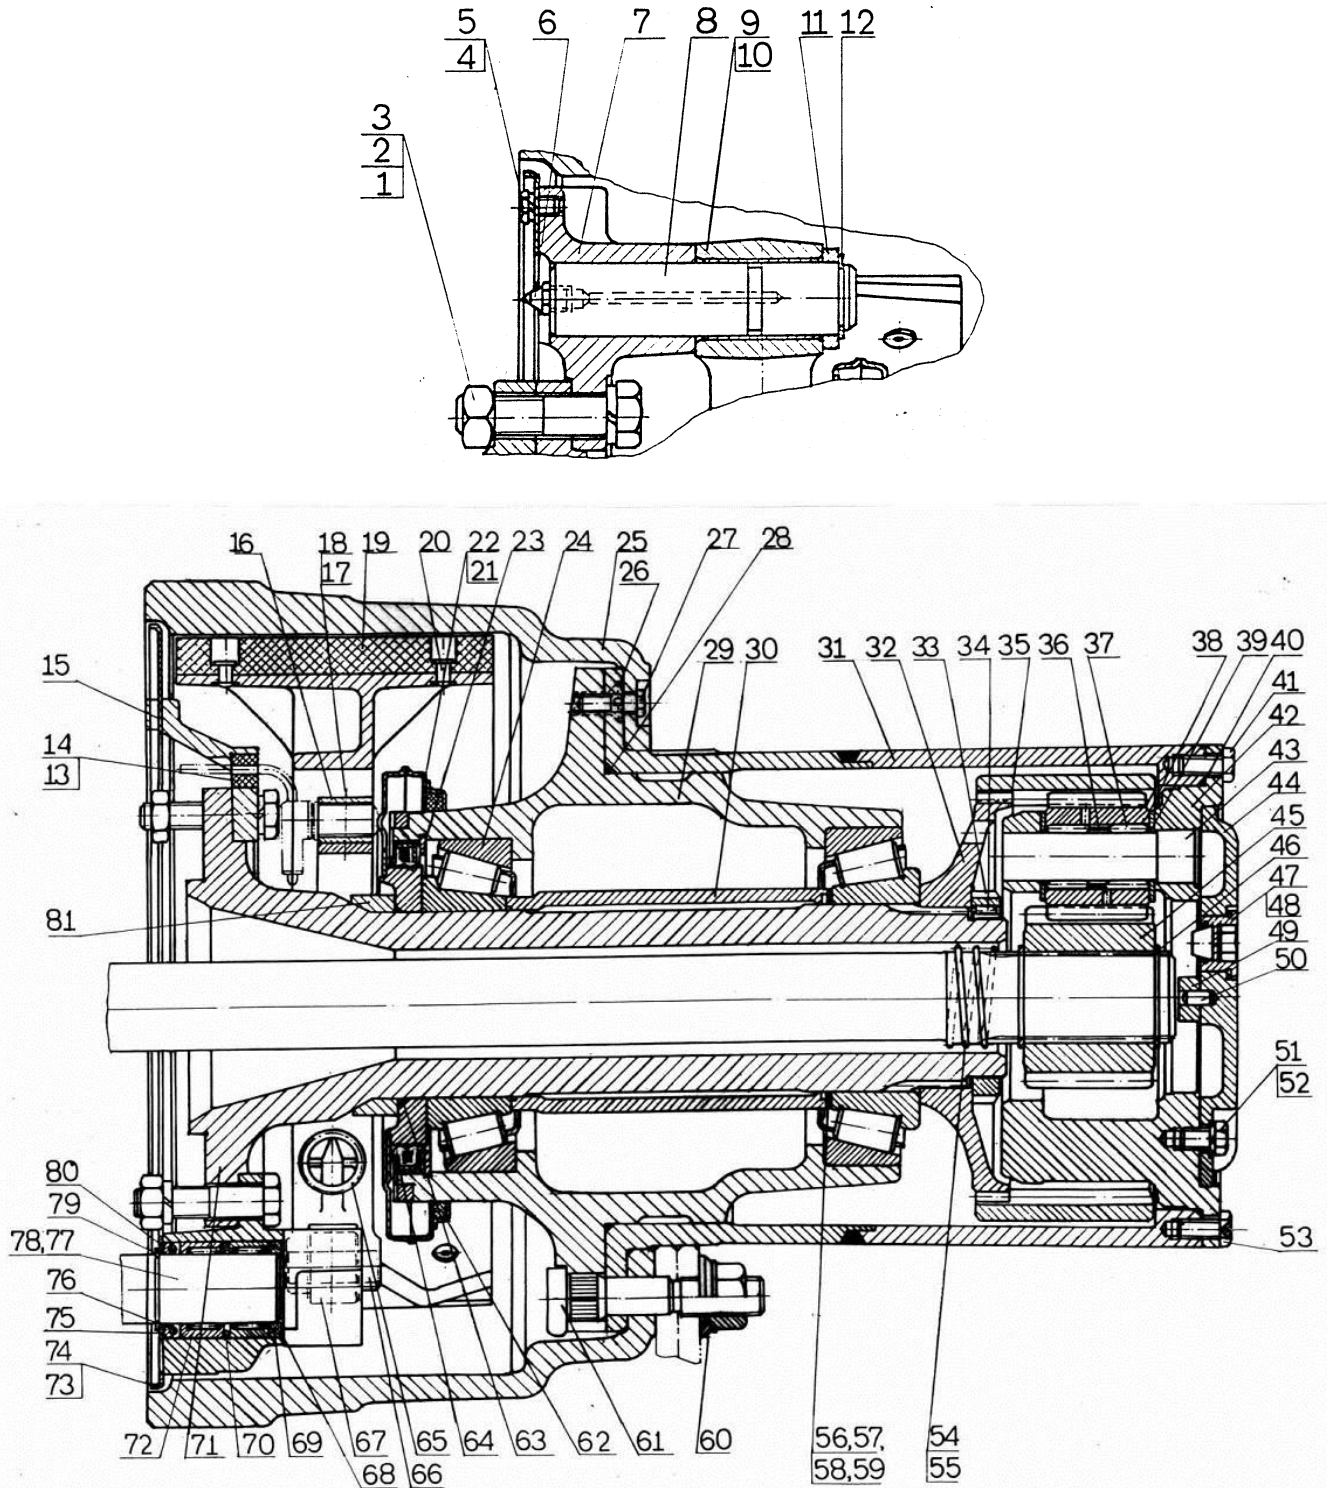

Рис.1. Тормозной механизм и колесный редуктор
Колесный редуктор (рис. 1) заднего моста планетарного типа и устанавливается в картер колесного редуктора. Ступицы колес 25 - стальные отливки, соединенные с картером колесных редукторов 31 с винтом 26. К этому узлу с помощью болта 41 закрепляется держатель сателлитных колес (водило) 42.
На шлицевом конце разжимных кулаков 77 и 78 (рис. 1) устанавливаются автоматические регулировочные рычаги, соединенные с тормозной камерой.
Разжимные кулаки установлены в суппортах колесных тормозов на игольчатых подшипниках 72 (рис. 1).
1. Разобрать колпачок держателя сателлитных зубчатых колес 44, шифт 50, опора 49, стопорное кольцо 46 и снять держатель сателлитных зубчатых колес 42 вместе с последними, вытащить ведущую шестерню 45 колесного редуктора (рис. 1).
3. Вывернуть винты 27 и снять картер колесного редуктора 31. Вытащить опорную шестерню 35. Отвернуть фиксирующий винт 33 и с помощью ключа Т17-402 отвернуть гайку с прорезями 32 (рис. 1). Ступицу колеса снять с помощью приспособления Т17-2256.
4. Со ступицы колеса снять уплотнитель 64 (рис.1) и при необходимости выбить наружные кольца конических роликоподшипников 24. При обратном сборе не допускается перестановка мест колец.
6. В зависимости от необходимости, отвернуть гайку 2 (рис. 1), после чего снять цапфу 71.
3. Ввести разжимной кулак 77 (рис. 1), надеть опорное кольцо 80 и стопорное кольцо 79. Стопорение разжимных кулаков сделать после монтажа автоматические регулировочные рычаги.
5. С помощью болтов 4 к собранному суппорту колесных тормозов закрепить предохранительные щиты 73 (рис. 1).
20. Установить тормозные барабаны 25 (рис. 1) на болты 61 и укрепить их болтами 27 к ступице с картеру колесному редуктору. Навернуть гайки 60 и затянуть их с соответствующим моментом.